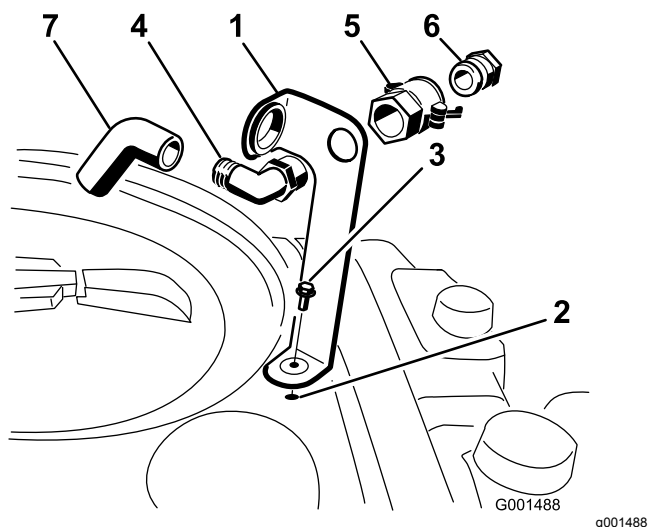

Рисунок 3
головкой (5/16 x 3/4 дюйма), как показано на Рисунок 3.
2. Проденьте резьбовой конец прямоугольного штуцера сквозь кронштейн и наверните на него быстроразъемную муфту, прикрепив штуцер к кронштейну (Рисунок 3).
3. Установите переходник шланга в быстроразъемную муфту (Рисунок 3).
4. Зафиксируйте переходник на месте, повернув рычаги в направлении переходника, и затем закрепите их с помощью шплинтов (Рисунок 3).
5. Протяните антисифонный шланг сквозь большое отверстие в кронштейне и наденьте на конец типа «елочка» прямоугольного штуцера (Рисунок 3).